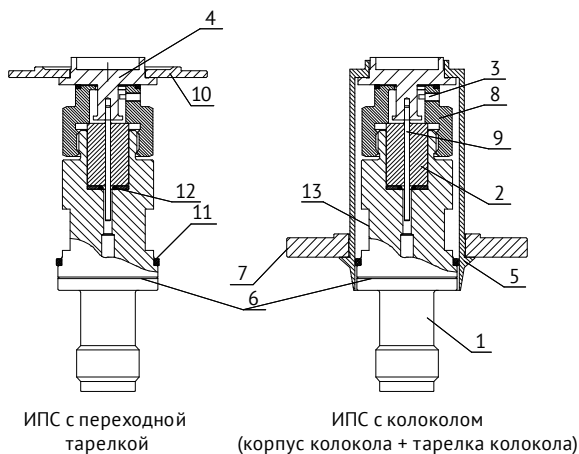

Рис. 6. Устройство ИПС для МП-25...МП-160, МП-200...МП-500 и МП-600.
Рис. 6а.
7.1.8 В зависимости от диапазона измерений на грузоприёмное устройство ИПС необходимо установить колокол (рис. 6) или переходную тарелку (алюминиевая). На МП-6...МП-16 грузы устанавливаются непосредственно на грузоприёмное устройство вне зависимости от величины создаваемого давления.